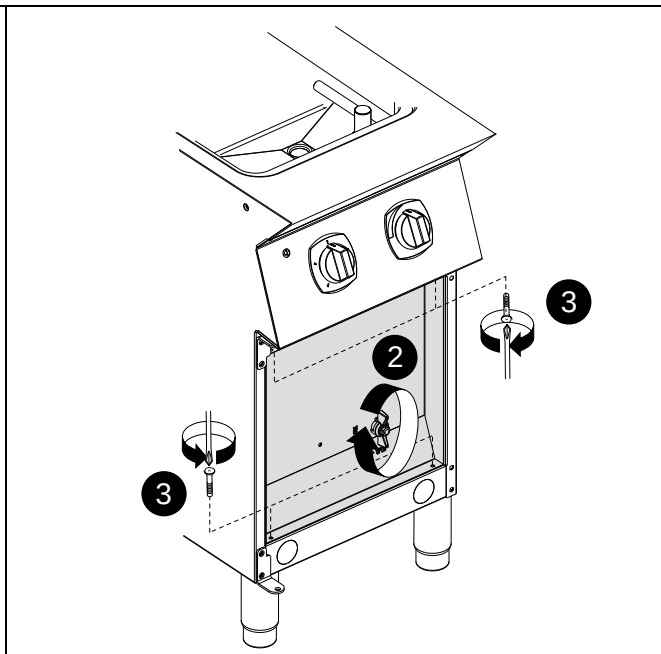

FIG. 2
- Afloje el tornillo "A" (consulte FIG. 2).
2. Desenrosque el mando de la válvula de desagüe (consulte el detalle 2 —FIG. 2).
3. Desenrosque los cuatro tornillos de fijación para retirar el panel delantero (consulte el detalle 3 —FIG. 2).